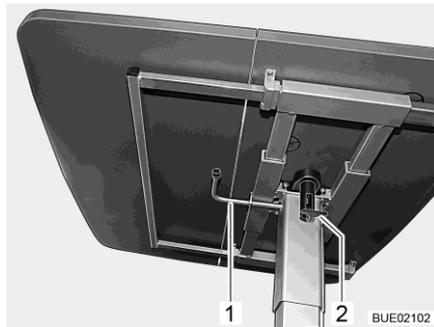

Fig. 104 Tavolo rialzabile
- Tirare verso il basso la leva di serraggio (Fig. 104,2).